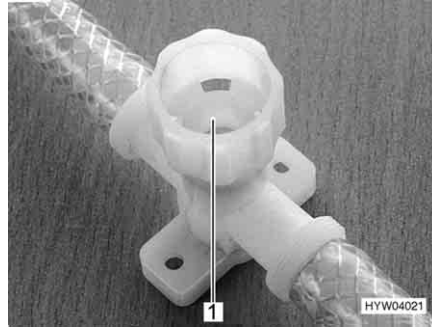

Fig. 158 Llave de desagüe para calentador Therme
- Cerrar todas las llaves de desagüe. Para ello, girar los capuchones (Fig. 158,1) en sentido de las agujas del reloj.
- Abrir todas las llaves de desagüe del calentador Therme. Para ello, girar los capuchones (Fig. 158,1) en sentido contrario a las agujas del reloj.